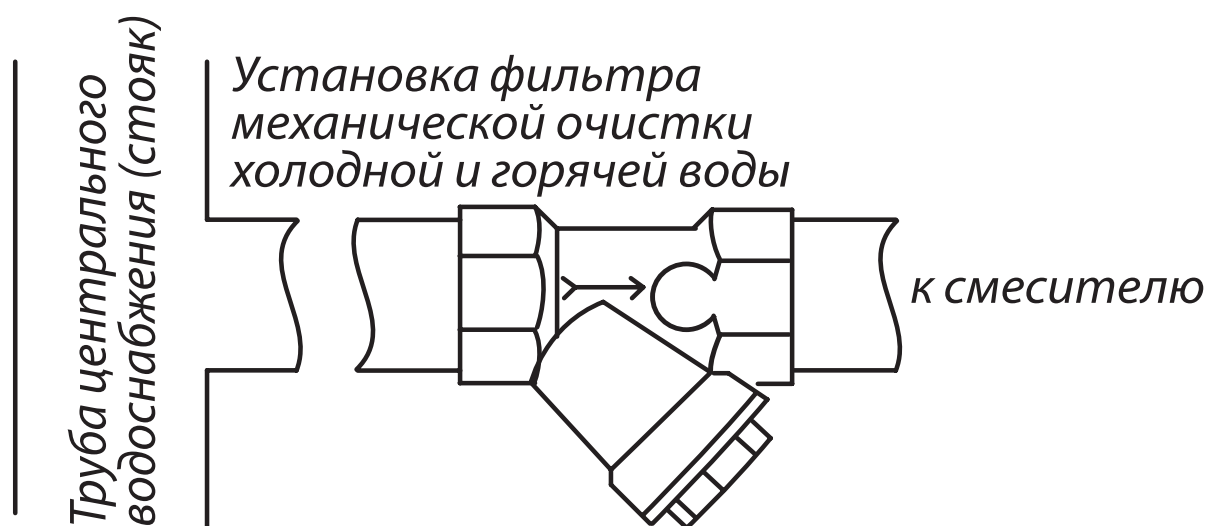

рис. 1
- ⚠ Смеситель требует обязательной установки фильтров предварительной грубой очистки холодной и горячей воды, поступающей из стояков (рис. 1).